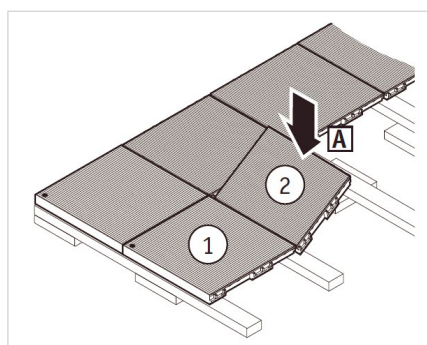

Рис. 9 Укладка кассет последующих рядов
- каждую дополнительную кассету (№3, №4 и т.д.) необходимо под наклоном приставить к соответствующей кассете предыдущего ряда таким образом, чтобы она прилегала именно при отжатии еще к замковым выступам монтажных зажимов (рис. 9);